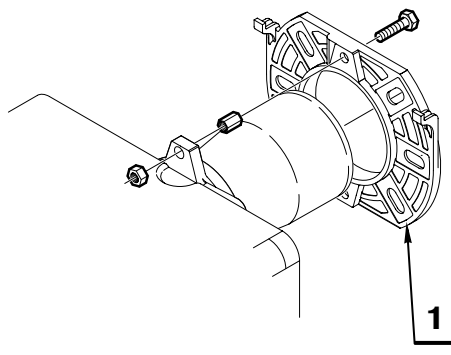
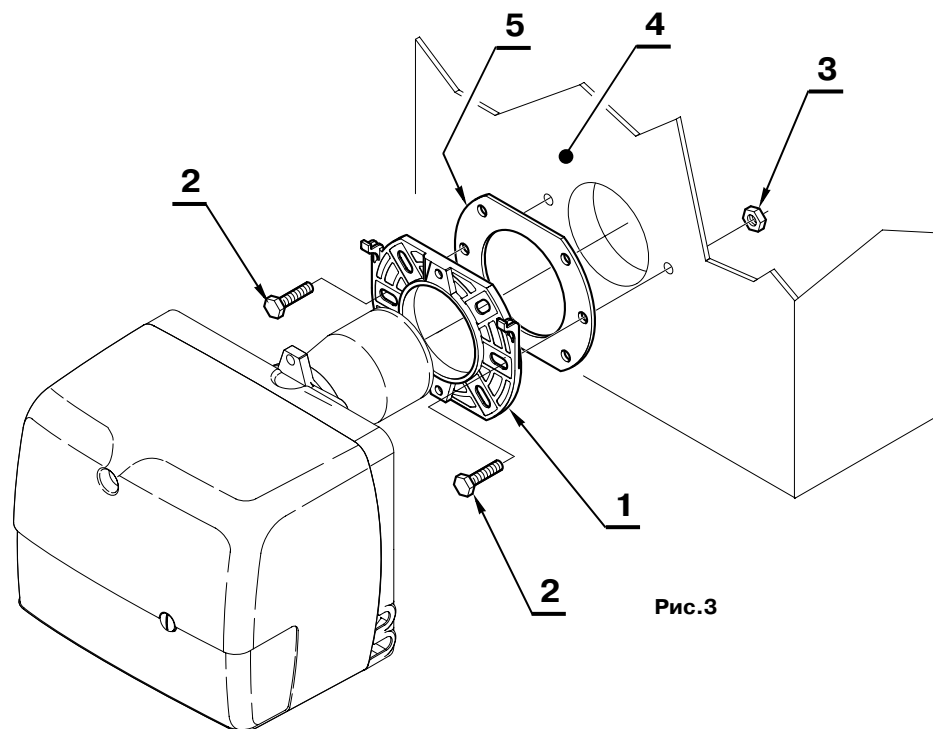

Рис.2
Рис.3
- Вставить болт и две гайки в отверстие фланца (1) как показано на рис. 2.
- При необходимости расширить отверстия в изоляционной прокладке (5)
- Закрепить фланец (1) на дверце котла (4) посредством болтов (2) и, если потребуются, гаек (3), **установив между фланцем и котлом теплоизоляционную прокладку (5) (см. рис.3).**